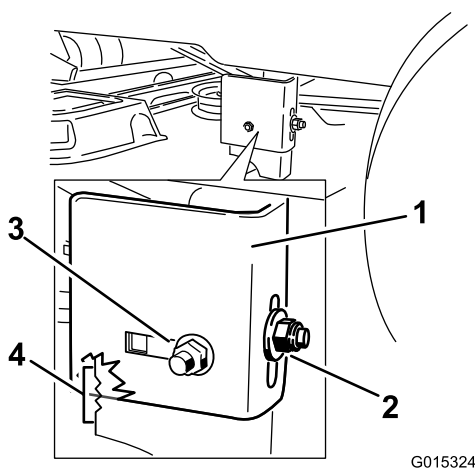

Figura 58
9. Afloje la tuerca de bloqueo trasera de la pletina de suspensión (Figura 58).
10. Afloje la tuerca de bloqueo lateral de la barra de soporte lo suficiente para permitir ajustar la barra (Figura 58). Utilice las muescas del soporte soldado para medir la
11. Cuando la carcasa esté en la posición deseada, apriete la tuerca de bloqueo lateral de la barra de soporte para fijar la posición nueva (Figura 58). Apriete la tuerca de bloqueo trasera de la barra de soporte.